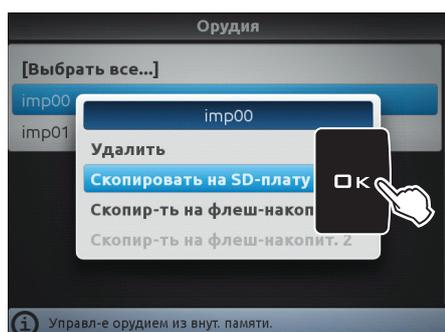

Рис. 241
- Выберите пункт **Скопировать на SD-плату** (Рис. 241) и нажмите на **OK**.